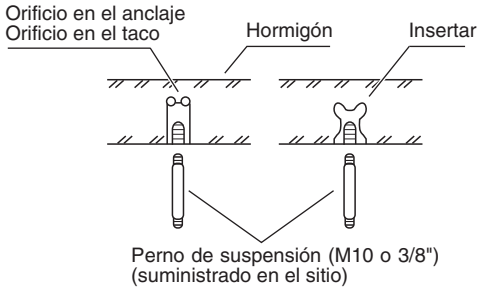

Fig. 3-3
- Inserte pernos de suspensión (Fig. 3-3).
- (2) Atornille los pernos de suspensión, dejando que sobresalgan del techo (Fig. 3-3). (Si es necesario, corte el material del techo).